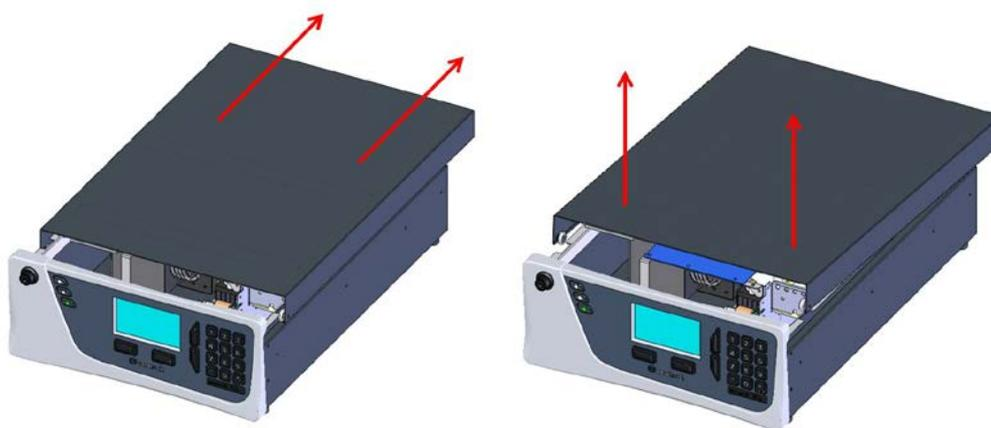

Figure 4 – Ouverture de l'instrument
3. Pour le retirer complètement, le faire glisser vers l'arrière jusqu'à ce que les rouleaux soient alignés avec les espaces de la piste et tirer le couvercle vers le haut pour le sortir de l'instrument (voir Figure 4).